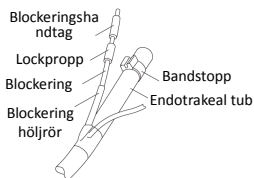

Bild 6
1. Flytta lockproppen och rotera (vid behov) och montera den på blockerings höljör (Bild 6). OBS: När lockproppen flyttas, flytta inte blockerings placering.